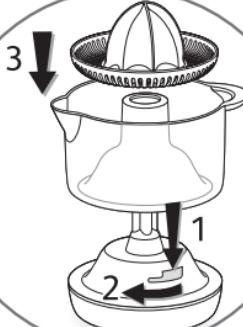

fig.1
- Placez d'abord la verseuse (**B**) et ensuite le cône plastique (**C**) sur le bloc moteur (**A**). Verrouillez l'ensemble (fig. 1).
- Place the jug (B) and then the plastic cone (C) on the motor unit (A). Lock the assembly (fig. 1).
- Plaats eerst de kom (B) en dan de kunststof perskegel (C) op het motorblok (A). Vergrendel het geheel (fig. 1).
- Setzen Sie den Behälter (B) und dann den Presskegel (C) auf den Motorblock (A). Verriegeln Sie den Behälter (Abb. 1).
- Coloque la jarra (B) y a continuación el cono de plástico (C) en el bloque motor (A). Bloquee el conjunto (**fig. 1**).